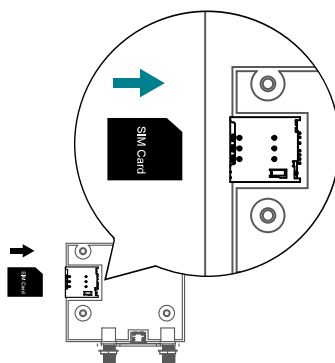

Figura 4-8. Inserimento della scheda SIM.
- 2) Inserire una scheda micro SIM 3G/4G nella presa, assicurandosi che i contatti dorati siano rivolti verso il basso e che la parte tagliata sia posizionata nell'angolo in alto a sinistra. Vedere la seguente figura 4-8.